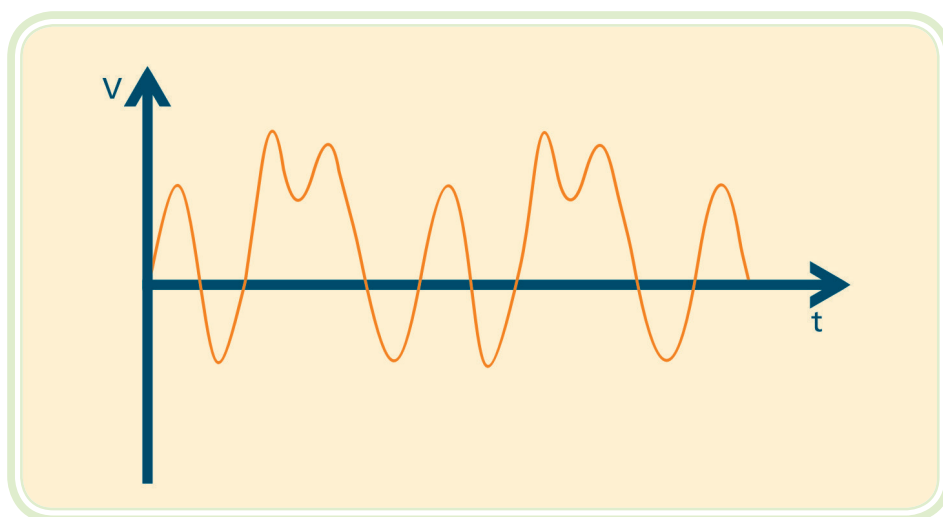

Figura 9.2: Sinal analógico
- a) Sinal analógico** – sinal que tem uma variação contínua ao longo do tempo (Figura 9.2).